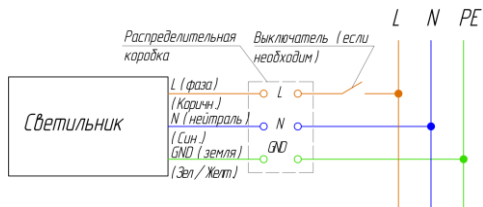

Рисунок 4. Подключение светильника к сети ~230В.
- произведите соединение кабеля светильника с питающим кабелем. Соединение необходимо производить в распределительной коробке, либо другим допустимым по ПУЭ и ПТЭЭП способом. При этом необходимо соблюдать полярность соединения проводов: коричневый – фазный проводник, синий – нейтральный проводник, зеленый/желтый – защитный проводник («земля») см. рисунок 4.